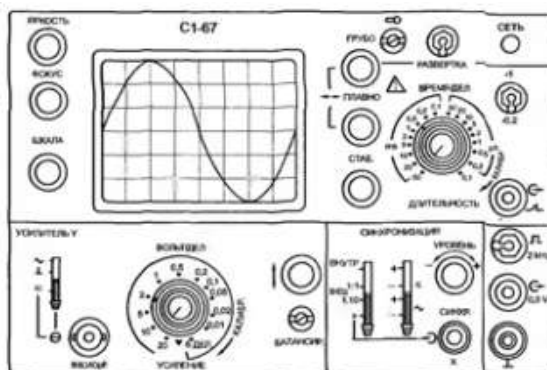

Рисунок 16 – Лицевая панель осциллографа С1-67
- Изучите примеры по формированию синусоидального и импульсного сигналов при помощи осциллографа С1-67 (рис.16).